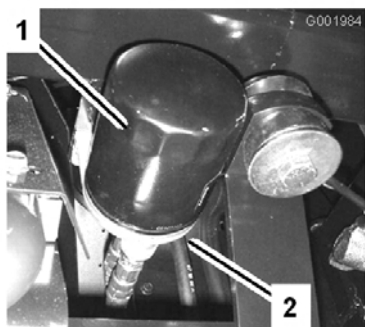

Figure 48
2. Déposez le filtre à huile (Figure 48).
5. Posez le filtre à huile de rechange sur l'adaptateur. Tournez le filtre dans le sens horaire jusqu'à ce que le joint rejoigne l'adaptateur, puis donnez 1/2 tour supplémentaire (Figure 48).